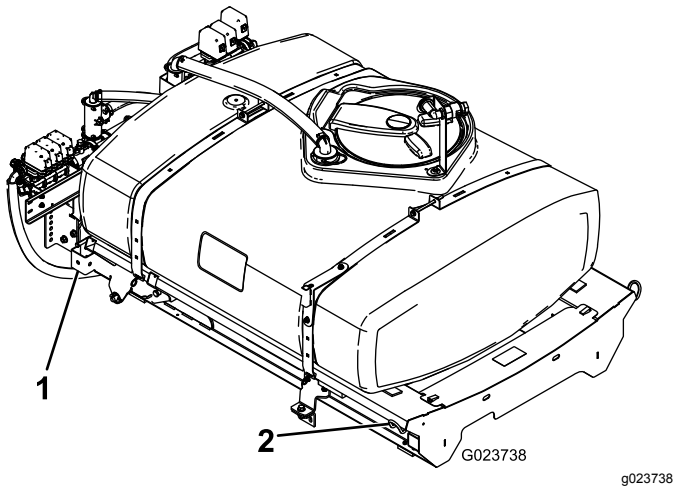

図 9
1. クレーンやホイストを使って、タンク台アセンブリ 図 9 を吊り上げ、ポンプバルブ・アセンブリを車体の後方に向けて、ワークマンのフレーム上部に移動する。